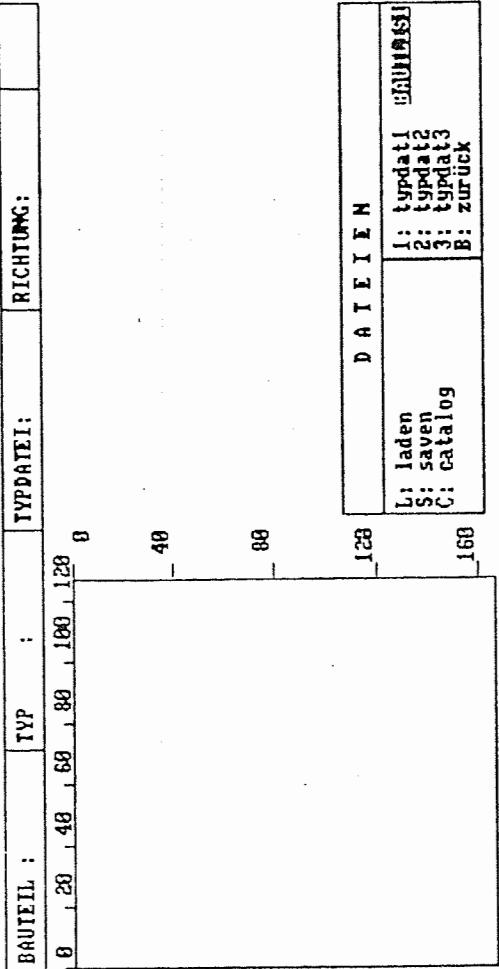

Bild 10
**1:typdat1 >; 2:typdat2 >; 3:typdat3 > (Bild 10)**